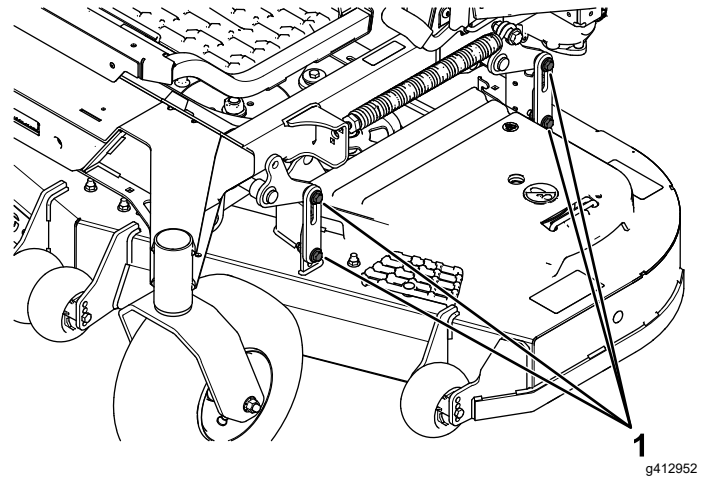

Figura 106
16. Afloje las contratuercas (Figura 106) en las 4 esquinas y asegúrese de que la carcasa de corte queda bien asentada sobre los 4 bloques.